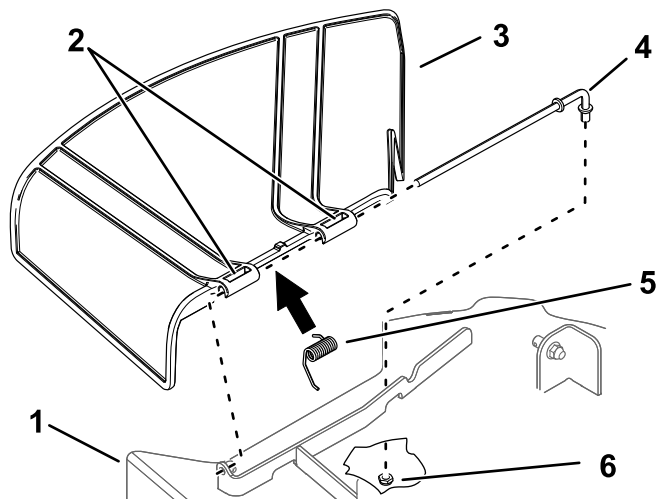

Figura 67
1. Retire la tuerca ($\frac{3}{8}$ ") de la varilla (debajo del cortacésped) (Figura 67).
2. Retire la varilla del espaciador corto, del muelle y del deflector de hierba (Figura 67).
4. Instale el deflector de hierba nuevo (Figura 67).
7. Deslice la varilla por el segundo soporte del deflector de hierba (Figura 67).
9. Sujete el extremo trasero de la varilla al cortacésped con una tuerca ($\frac{3}{8}$ "), según se muestra en Figura 67.